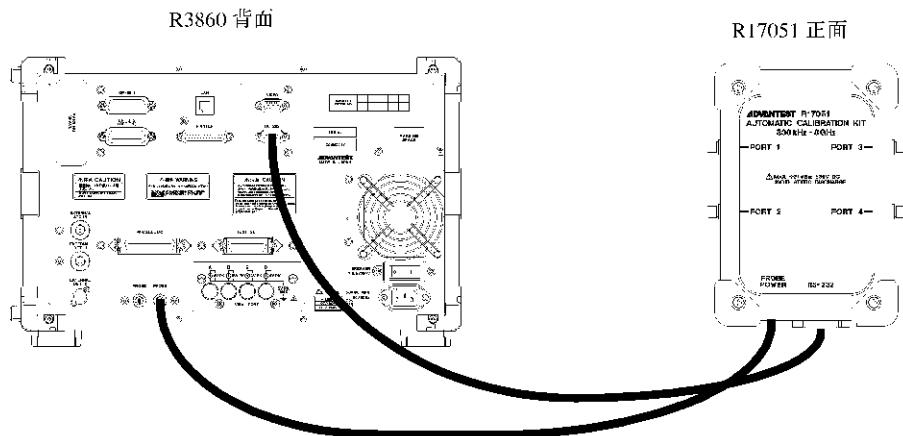

図 6-1 コントロール・ケーブルの接続
- ① 本器と RF コンポーネント・アナライザをコントロール・ケーブルで接続します。RF コンポーネント・アナライザ側の Probe POWER コネクタは 2 つあります。どちらに接続しても構いません（図 6-1 参照）。